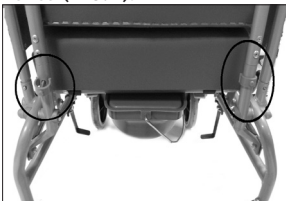

FIG. 3
- Fijar el respaldo mediante los pomos de apriete (FIG. 3).